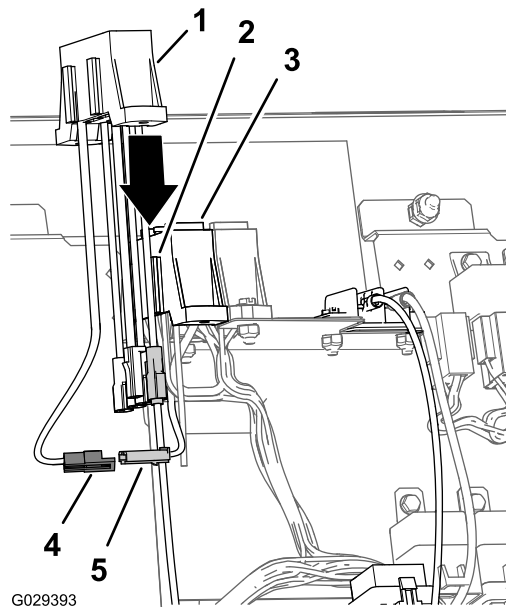

图22
2. 将机器保险丝盒的辅助馈线的 2 针接头连接至辅助保险丝盒馈线的 2 插槽接头（图22）。
3. 将辅助保险丝盒上的插槽与机器保险丝盒的安装法兰对齐（图22）。